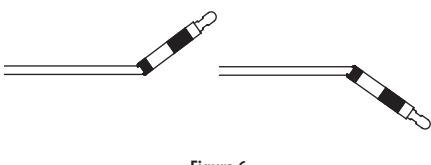

Figura 6
2. Em seguida endireite novamente o empurador, continue dobrando e endireitando até o tubo do empurador se abrir, expondo o elemento de liberação (Figura 6).